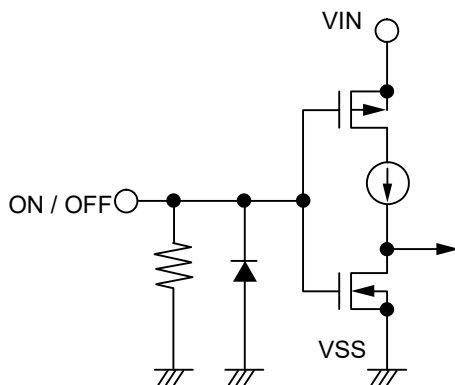
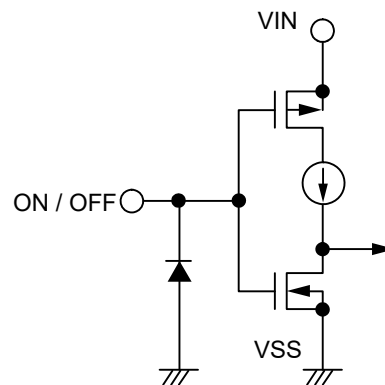

图11 S-19246xxxH系列E / G型
图12 S-19246xxxH系列F / H型
ON / OFF端子的结构如图11、图12所示。
*2. 将ON / OFF端子连接到VIN端子上进行工作时，S-19246xxxH系列E / G型的消耗电流中，流入下拉电阻中的电流会增加，务请注意（请参阅图11）。